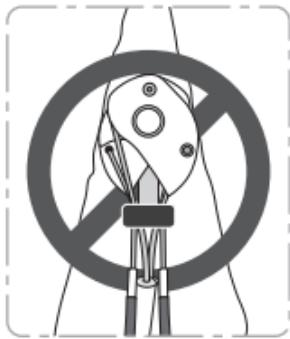

Figura 2
- Asegúrese de que todas las levas hacen contacto con la pared y que ésta no se abre justo debajo del punto de contacto (**vea la figura 2**).